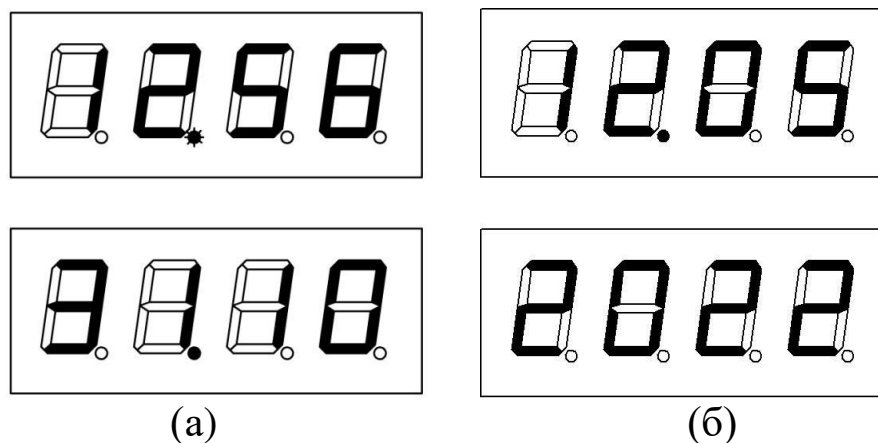

Рис. 3.7
3.3.5 На рис. 3.7 изображены показания магнитометра в режиме «Часы». На верхнем индикаторе индицируется время, на нижнем – попеременно или число и месяц (а), или год (б).
В этом режиме магнитометр попеременно индицирует время и дату (рис. 3.7а) и время и год (рис. 3.7б). Вход в этот режим осуществляется клавишей , выход – либо повторным нажатием клавиши , либо автоматически через 5 секунд после входа в этот режим.